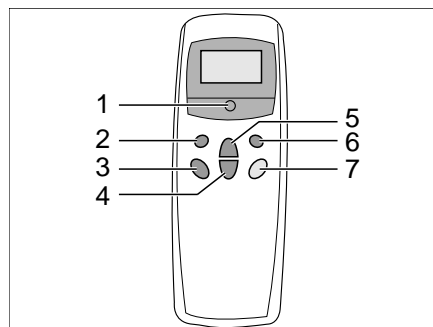

Bild 124 Fernbedienung
Die Klimaanlage ist auf dem Dach des Fahrzeugs angebracht. Die Fernbedienung (Bild 124) für die Klimaanlage befindet sich im Küchenbereich.
- Am Schalter (Bild 124,5) die Fernbedienung einschalten.
- Die gewünschte Betriebsart mit der Taste (Bild 124,1) einstellen.
- Bei Bedarf mit den Tasten (Bild 124,3 und 4) die gewünschte Gebläseleistung und Raumtemperatur einstellen.
- Zum Ausschalten die Taste (Bild 124,5) auf der Fernbedienung erneut drücken.